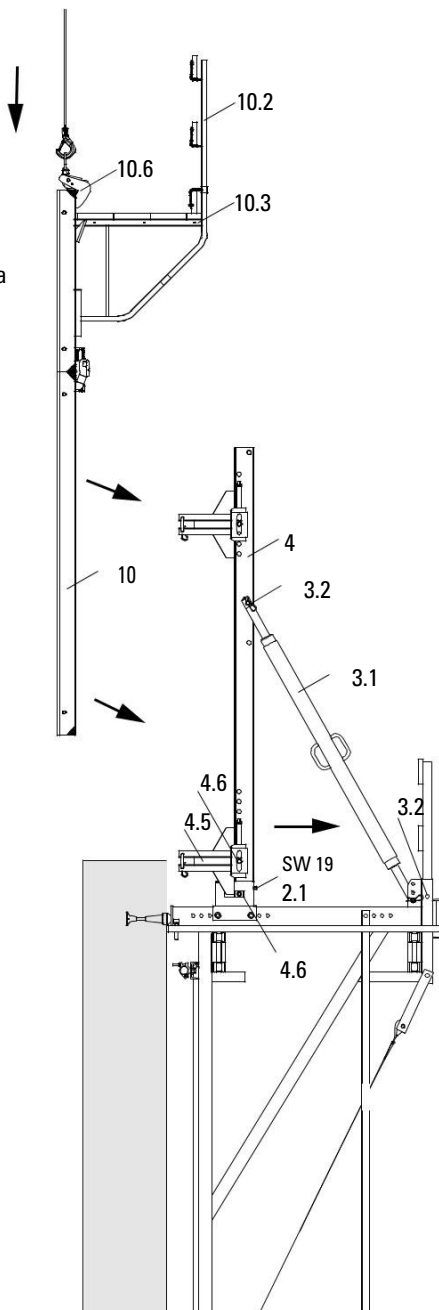

Fig. B2.22
2. Фиксирайте държачите СВ (4.5) към трегера СВ (4) с болтове  $\varnothing 25 \times 180$  и щифтове (4.6).
4. Закрепете направляващия шпиндел (3.1) към конзолата и трегера с болтове  $\varnothing 25 \times 180$ , щифтове (3.2) в надлъжна посока. (Fig. B2.22)